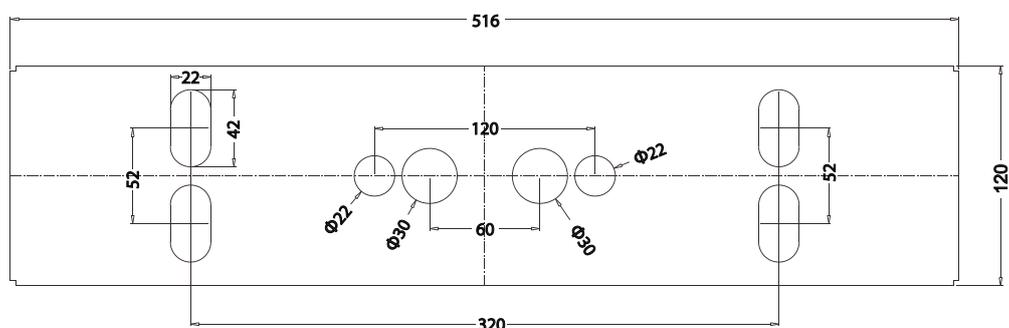

图 3-1
安装孔位如图 3-1 所示，单位为 mm。
如采用明装线缆方式，三辊闸有线缆预开口，明装线缆必须使用半弧状贴地线槽保护；如采用暗装埋地线缆方式，则线缆出地口请按照图 3-1 安装孔位所示选择。
- ① 打孔。准备冲击钻，准备 14mm 的冲击钻钻头，按照图 3-1 安装孔位所示钻孔位，垂直钻孔